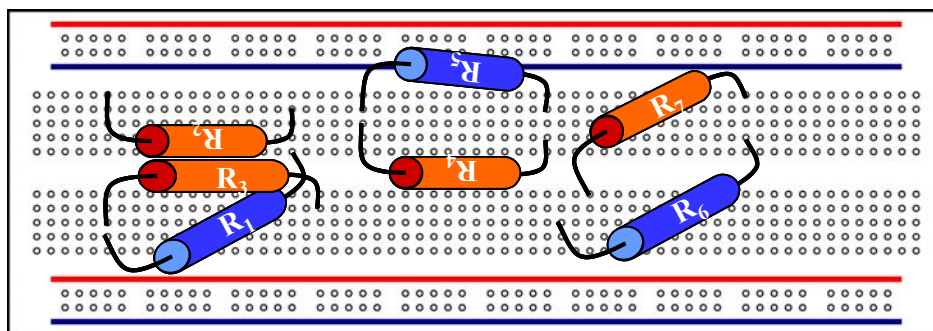
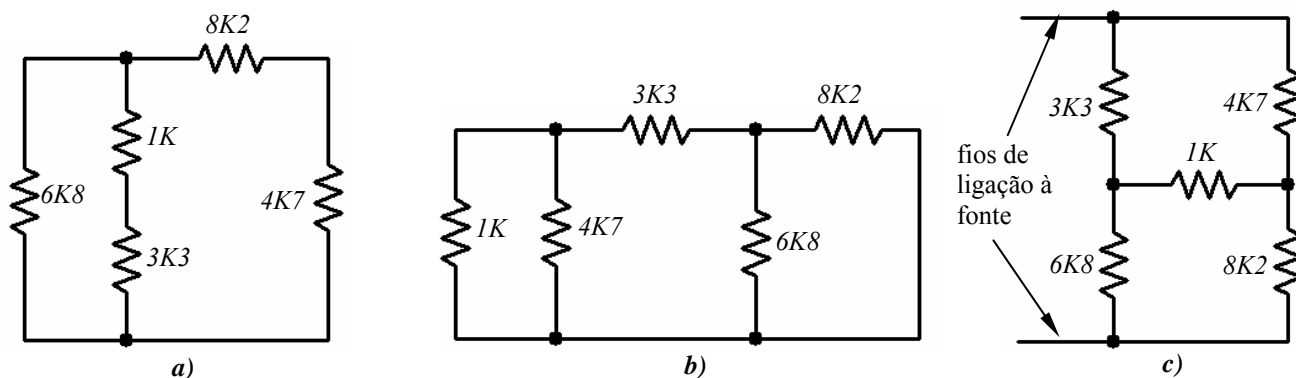

Fig. 5.1
Fig. 5.2
Atente na placa branca representada na fig. 5.1 onde estão inseridas sete resistências. Constate que R_1 , R_2 e R_3 (as três resistências da esquerda) estão ligadas em série. R_4 e R_5 (as duas resistências do meio) estão ligadas em paralelo. R_6 e R_7 (as duas resistências da direita) estão também em série.
a) Considere agora os três circuitos com resistências representados na fig. 5.2. Identifique os nós presentes em cada um deles.
Tendo em mente a forma como os contactos da placa branca estão ligados internamente e os exemplos da fig. 5.1, monte cada um destes circuitos. No circuito da fig. 5.2-c) os fios de ligação indicados devem ser os fios que lhe foram fornecidos junto com a placa branca